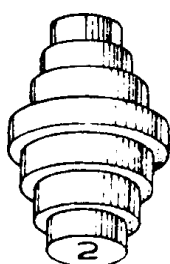

Fig.1
- a. Observe o número do padrão (fig.1).